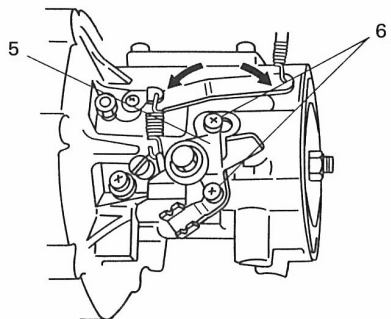

Fig. 23C
- b. To adjust governor, loosen screws (6) which holds control lever assembly (5) to crankcase and move the assembly left or right to obtain the maximum speed of 6500 rpm (Moving control lever assembly to left gives higher rpm and moving to right, lower rpm)(Fig.23C)
- b. Pour régler le régulateur, desserrer les vis (6) qui maintiennent l'assemblage du levier de commande (5) à la boîte d'engrenages et déplacer l'assemblage vers la gauche ou la droite pour obtenir la vitesse maximale de 6500 tours/minute. (Le fait de déplacer l'assemblage du levier de commande vers la gauche permet d'augmenter le nombre de tours et inversement le fait de le déplacer vers la droite permet de le diminuer)(Fig. 23C)
- b. Zum Einstellen des Reglers, die Schrauben (6), mit denen die Reglerhebeleinheit (5) am Kurbelgehäuse befestigt ist, lösen, und die Kurbelgehäuseeinheit nach links bzw. rechts drehen, bis die maximale Drehzahl von 6500 min⁻¹ erreicht ist. (Drehen nach links erhöht, Drehen nach rechts verringert die Drehzahl), (Fig 23C).
- b. Para ajustar el regulador, deberán aflojarse los tornillos (6) que sujeta el conjunto de la palanca de control (5) en el cárter y mover el conjunto a la izquierda o derecha para obtener la velocidad máxime de 6500 rpm (Moviendo la palanca de control a la izquierda aumentan las revoluciones y moviendo a la derecha bajan las revoluciones.)(Fig.23C)
- b. För justering av regulatorn skall du lossa skruvama (6) som fasthåller stypaksenheten (5) på vevhuset och sedan skjuta enheten åt höger eller vänster tills du erhåller det maximala varvtalet på 6500 rpm. (Skjut styrspaken åt vänster, så att varvtalet ökas. Skjut den åt höger, så att varvtalet minskas.) (Fig. 23C)